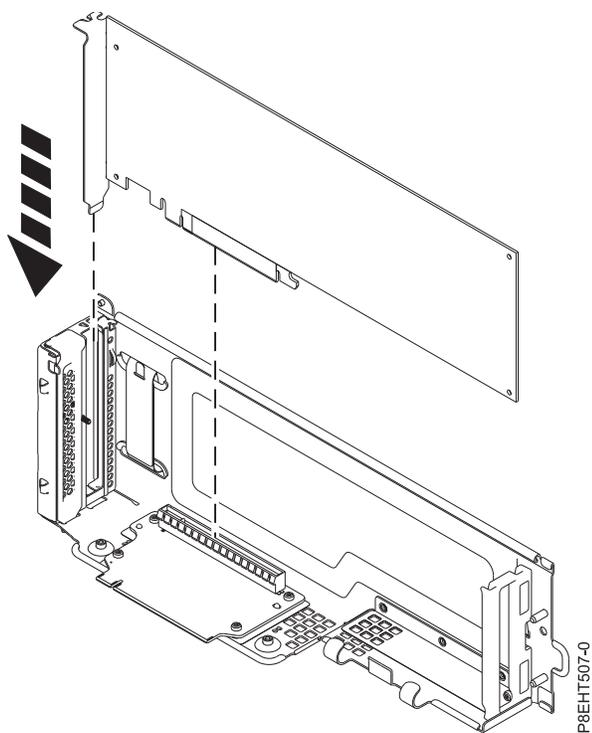

Figure 41. Insertion de la carte PCIe dans le connecteur de bus PCIe
6. Installez la carte dans le connecteur de bus PCIe en l'alignant correctement et en l'insérant entièrement dans l'emplacement. Voir figure 41, à la page 38.